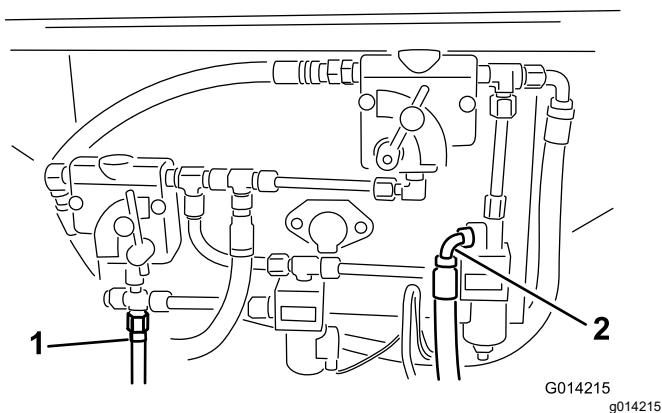
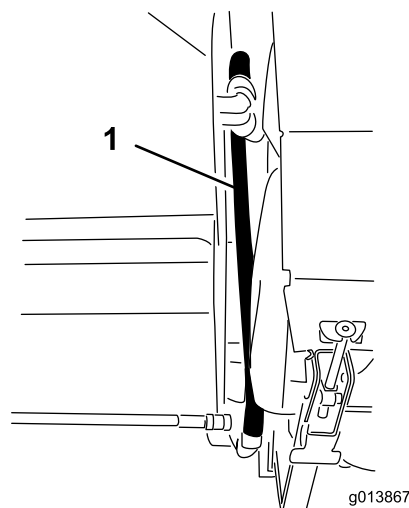
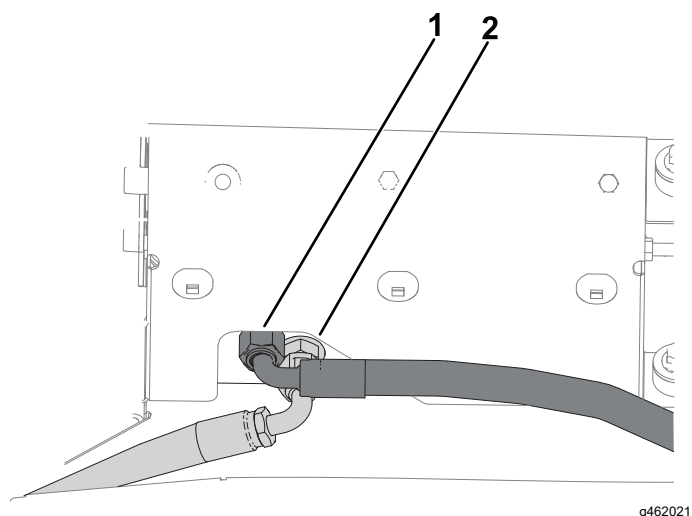
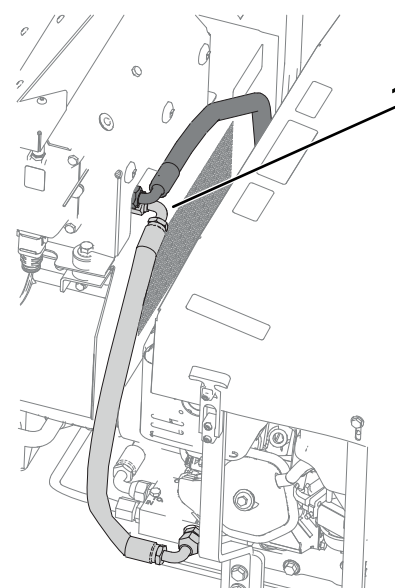

Bild 14
Bild 16
Bild 15
Bild 17
11. Identifizieren Sie die Druck- und Rücklaufanschlüsse am Grundmodell der Maschine. Siehe **Bild 14** für SH-Versionen und **Bild 15** für EH-Versionen.
12. Wenn der Druck- und Rücklaufschlauch bereits an den Stellen angeschlossen sind, die in **Bild 14** und **Bild 15** dargestellt sind, entfernen Sie sie.
13. Schließen Sie die Hydraulikschläuche am hydraulischen Bedienfeld an. Siehe **Bild 14** und **Bild 16** für SH-Versionen und **Bild 15** und **Bild 17** für EH-Versionen.